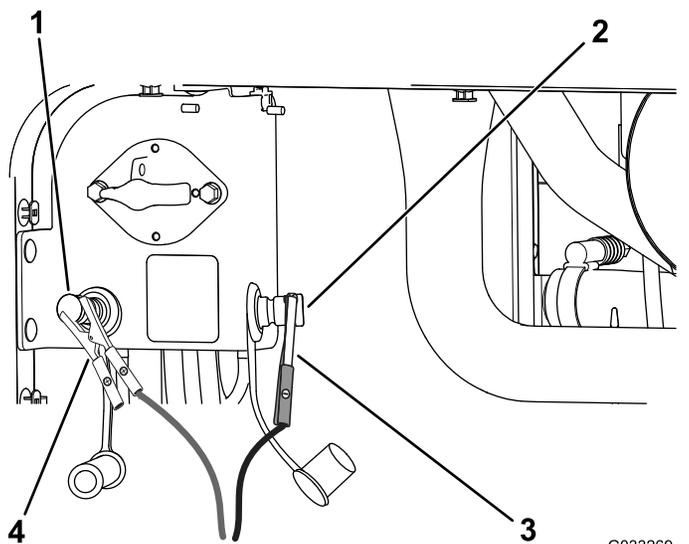

図 105
4. バッテリーチャージャのプラス端子をプラスのジャンプ端子に接続する 図 105。
5. バッテリーチャージャのマイナス端子をマイナスのジャンプ端子に接続する 図 105。
7. 充電が終わったら、充電器のプラグをコンセントから抜いてから、充電用のリード線をジャンプ端子から外す 図 105。